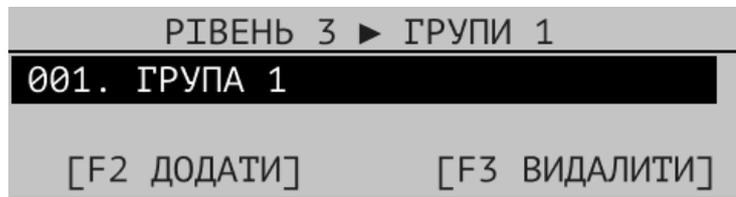

Рисунок 10.4.1 – Список груп в СПСА
10.4.1.3 При виборі розділу меню **[ГРУПИ]** на дисплей виводиться список груп, як показано на Рис. 10.4.1.
10.4.2.1 Для створення нової групи потрібно в розділі меню «Групи» (Рис. 10.4.1) натиснути кнопку **[F2]**. Відкриється вікно, в якому можна змінити назву або залишити назву за замовчуванням (Група N, де N – інкрементований номер групи) та зберегти групу, після чого вона з'явиться у відповідному списку.